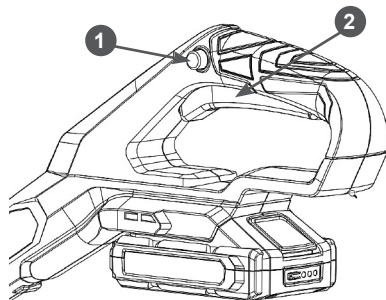

Рис. 11 Расположение органов управления на рукоятке управления
1. Нажмите и удерживайте кнопку 1 (Рис. 11) блокировки рычага включения, после чего нажмите рычаг включения 2 (Рис. 11), триммер включится, триммерная головка начнет крутиться.